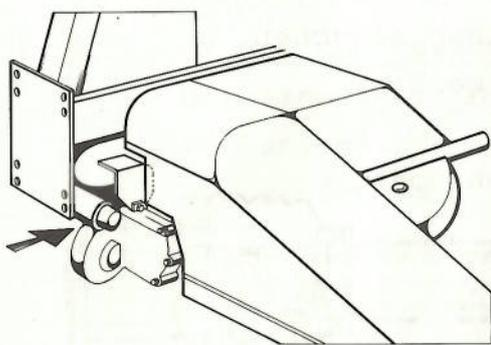

Abb. 6
6.2. Bei Überlastungen am Einzugsmechanismus spricht eine Abschersicherung im rechten Getriebe (Abb. 6) an.